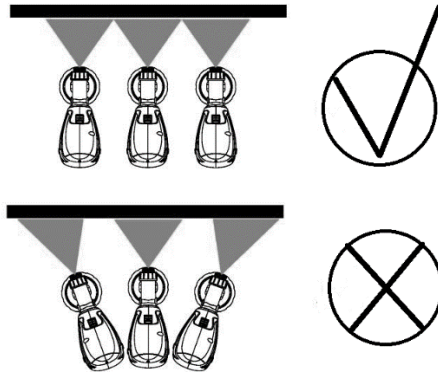

Рисунок 6
4.4 Фарбування потрібно починати із зовнішньої сторони робочої зони, тримаючи розпилювач паралельно, на однаковій відстані, приблизно 10-30 см від об'єкта (Рисунок 6). Переміщайте розпилювач рівномірно горизонтально або вертикально, залежно від налаштування форми струменя. Плавне переміщення розпилювача, з постійною швидкістю, призведе до рівномірного покриття поверхні. Рух інструмента уздовж поверхні, що фарбується,